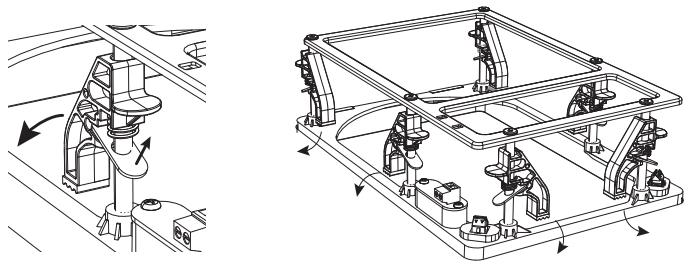
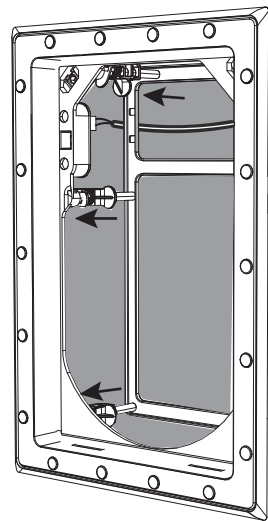

図 9. 取り付け位置からの取り付けクランプの調整
図 11. 壁にしっかりと固定されたフレーム
2. フレームの内側に手を伸ばし、取り付けクランプを「クランプ」位置まで回転させます。この位置で、開口部の背面にクランプ力を加えることができます (図 9 および 10)。フレームを押し込み、各クランプを締めて、フレームが所定の位置に固定されるようにします (図 11)。